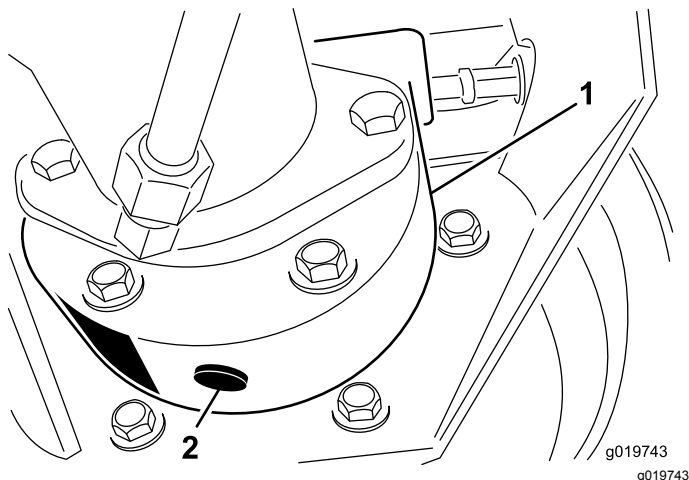

Figura 56
3. Coloque o recipiente de escoamento por baixo da estrutura do travão, retire o tampão e deixe o óleo escorrer para o recipiente (Figura 56).